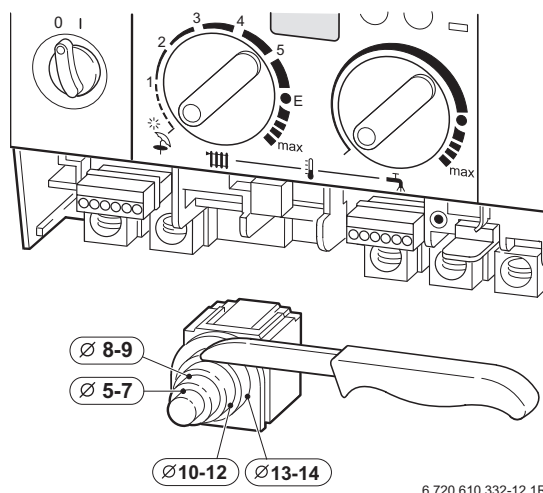

Fig. 14
- ▶ Pentru protecția împotriva apei scurse prin neetanșeități (IP): Gaura pentru trecerea cablului se va alege în mod corespunzător diametrului cablului, Fig. 14.